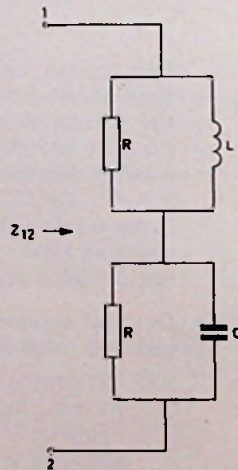

Fig. 7
- 2 Gegeven is het netwerk van fig. 7 met twee gelijke weerstanden R.